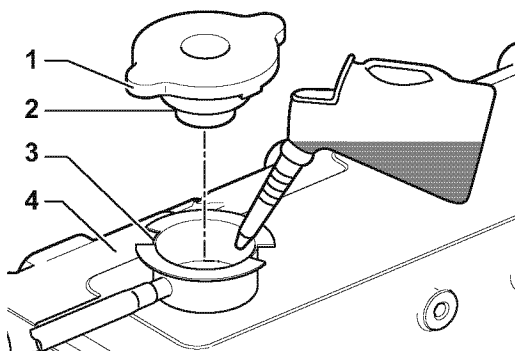

Figure 18
- Versez lentement le liquide de refroidissement dans le réservoir (**Figure 18, (4)**) pour éviter les bulles d'air. Remplissez jusqu'à ce que le liquide de refroidissement déborde du port de remplissage.
- Alignez les languettes du bouchon de remplissage (**Figure 18, (2)**) avec les encoches du port de remplissage (**Figure 18, (3)**) et serrez fermement le bouchon de remplissage (**Figure 18, (1)**).